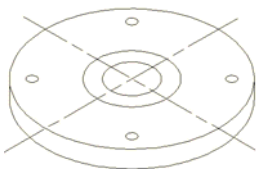

图 11-156 绘制同心轴测圆
- 09 使用【椭圆】命令，以辅助线的交点为圆心，绘制半径为 20 和 12 的两个同心轴测圆，结果如图 11-156 所示。